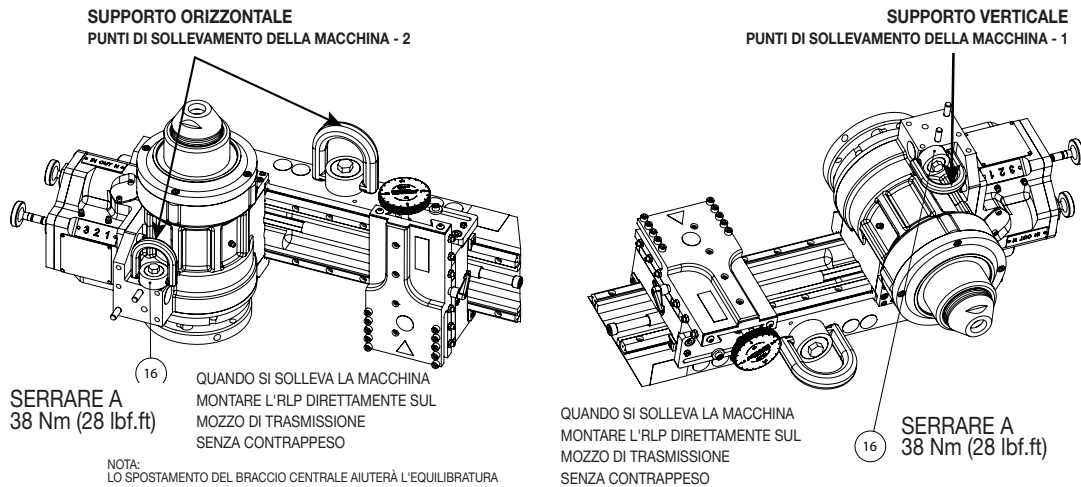

Figura 13: Punti di sollevamento MM860i
1. Fare riferimento alla Figura 13 per conoscere i punti di sollevamento della macchina e i valori di coppia.